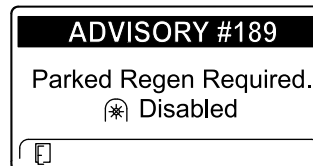

Figura 45
- Si usted no realiza una regeneración estacionaria en el plazo de 2 horas, el InfoCenter muestra el AVISO N° 189 – Regeneración estacionaria necesaria – Toma de fuerza deshabilitada (Figura 45).